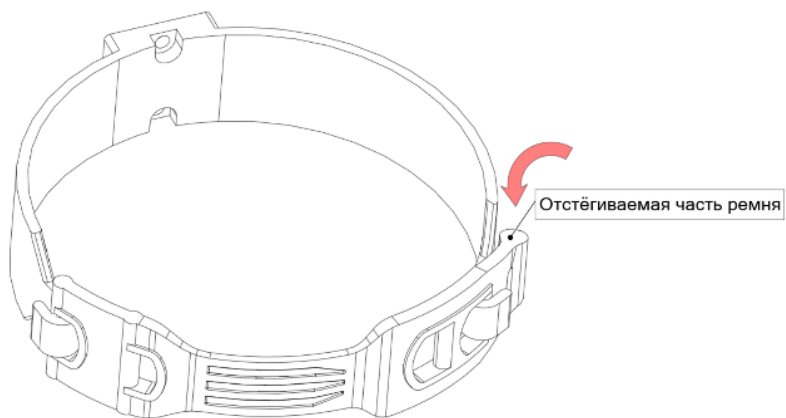

Рис. 5 – Крепление огнетушителей диаметром 150-160 мм
- крепление огнетушителей диаметром 150-160 мм (см. рис.5);